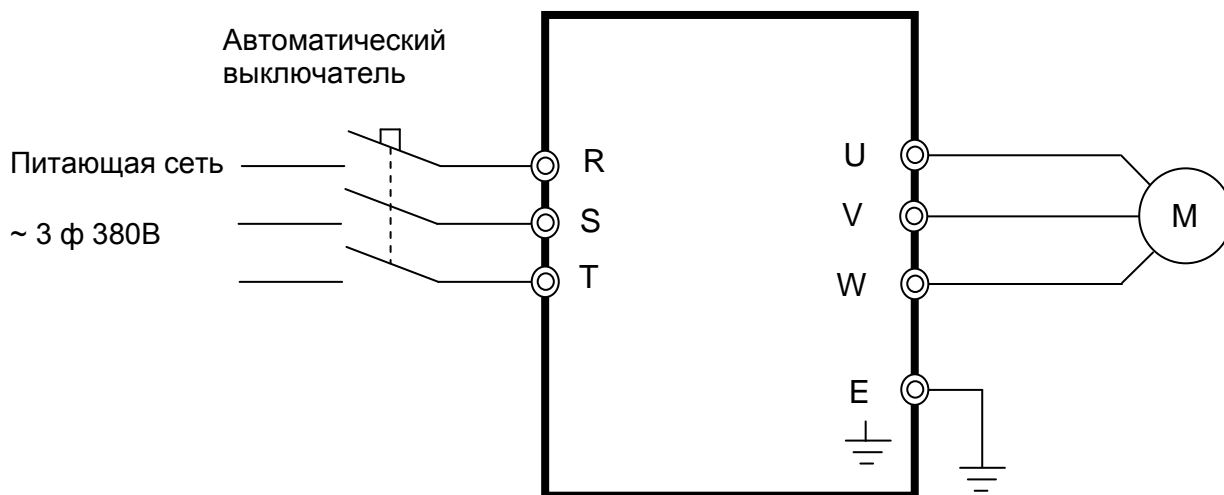

Рис. 8.2. Схема подключения силовых цепей ПЧ E5-P7500
8.2. Подключить проверяемый преобразователь частоты по схеме, приведенной на рис. 8.2.